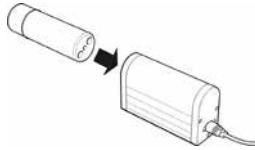

Abb. 12
3. Stellen Sie den Akku in das Ladegerät (siehe Abb. 12). Der Akku wird magnetisch gehalten und richtet sich in der Ladeeinheit automatisch aus.